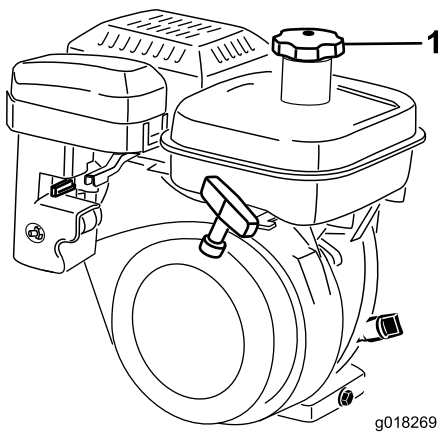

Bild 20
1. Reinigen Sie den Bereich um den Tankdeckel und nehmen den Deckel ab (Bild 20). Füllen Sie den Kraftstofftank nur bis zur unteren Kante des Filtergitters mit bleifreiem Benzin. Füllen Sie nicht zu viel ein.